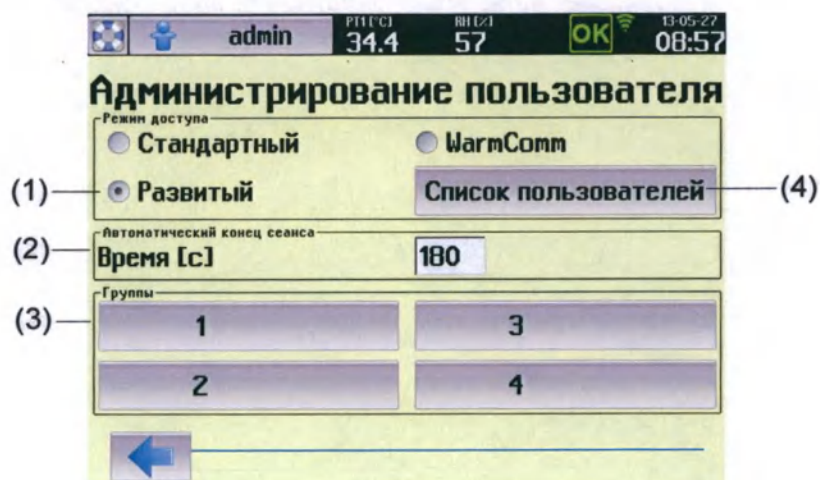

рис. 15
Создание групп, см. (3), рис. 15.
Список пользователей. См. (4), рис. 15.
См. рис. 15, рис. 16.
Условиями для перехода в режим WarmComm являются подключение аппарата к серверу WarmComm4-F и выбор соответствующей опции в меню (рис. 15).
Пользователи (или группы пользователей), созданные с помощью пользовательского интерфейса аппарата (сенсорной панели), как описано в 4.4.2.2, не имеют доступа для управления аппаратом в режиме WarmComm. Единственное исключение - администратор, который может выбрать режим администрирования пользователей и групп (рис. 15).